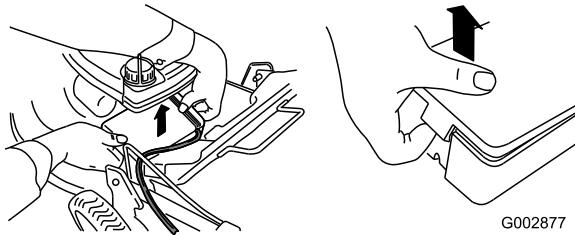

Figure 8
1. Dégagiez les deux extrémités du couvercle de la batterie et déposez le couvercle (Figure 8).